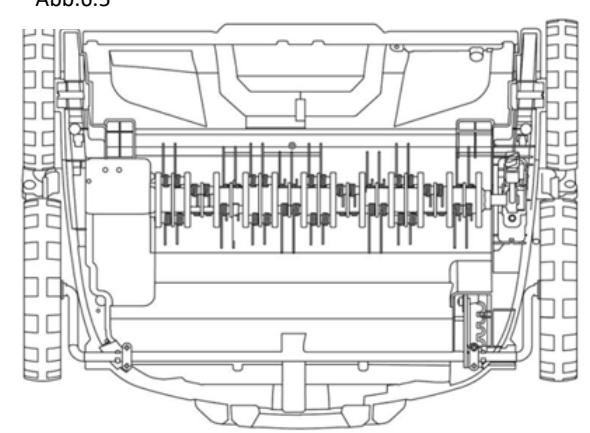

Abb.7
Befestigen Sie die Kabelhalterung (11) an der oberen Griffstange auf der Schalterseite (Abb. 7).
Vorschläge Stromanschluss (Abb. 7)
Stecken Sie den Netzstecker des Anschlusskabels des Geräts in den kombinierten Schalter/Stecker (siehe Abb. 7).